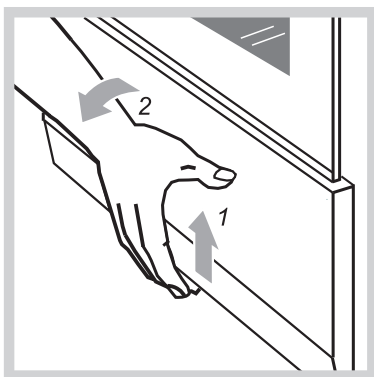

Рис.9
- Плиты выпускаются двух исполнений: с выдвижным ящиком и с откидной дверцей. Чтобы открыть дверцу, ее нужно приподнять вверх и наклонить на себя (рис.9).